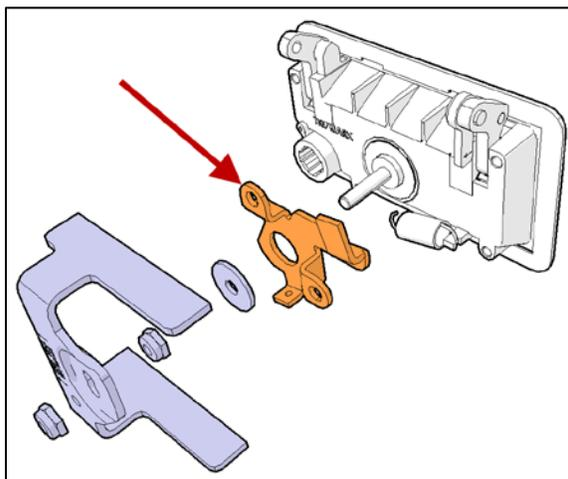

FIGURE 2
4. Retirer le levier de la tige de transfert de la nouvelle poignée (pièce #780432, Figure 2).